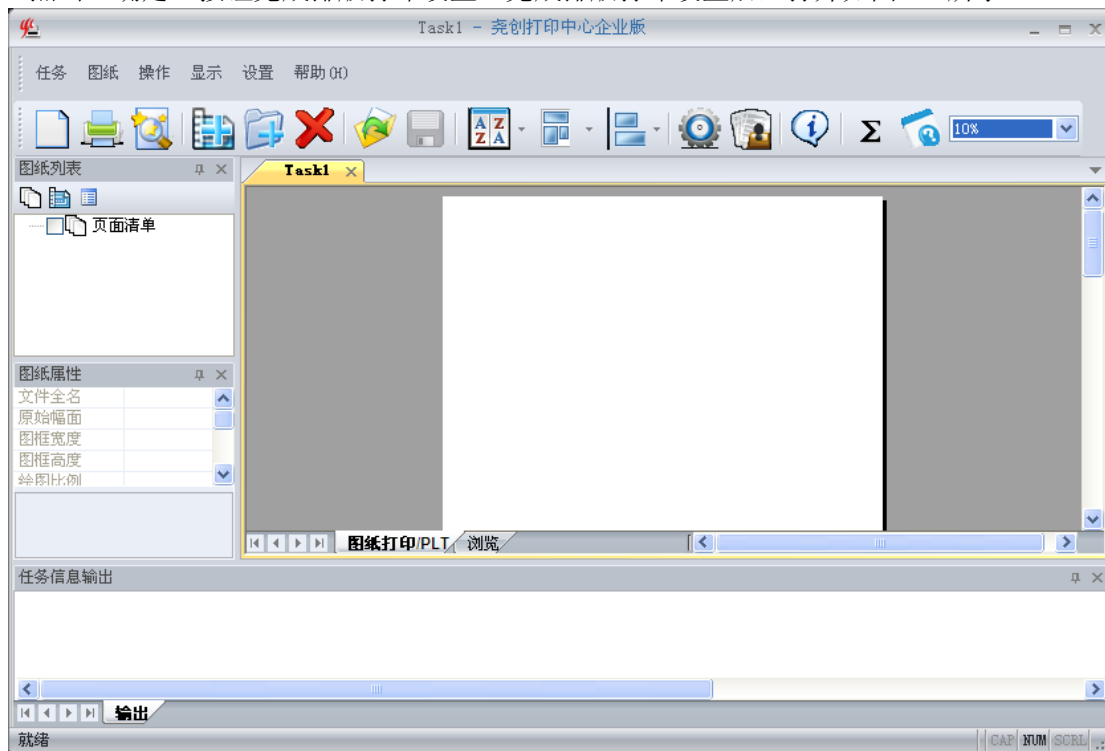

图 2.2 打印中心界面
3. 点击“确定”按钮完成排版打印设置。完成排版打印设置后，打开如图 2.2 所示。